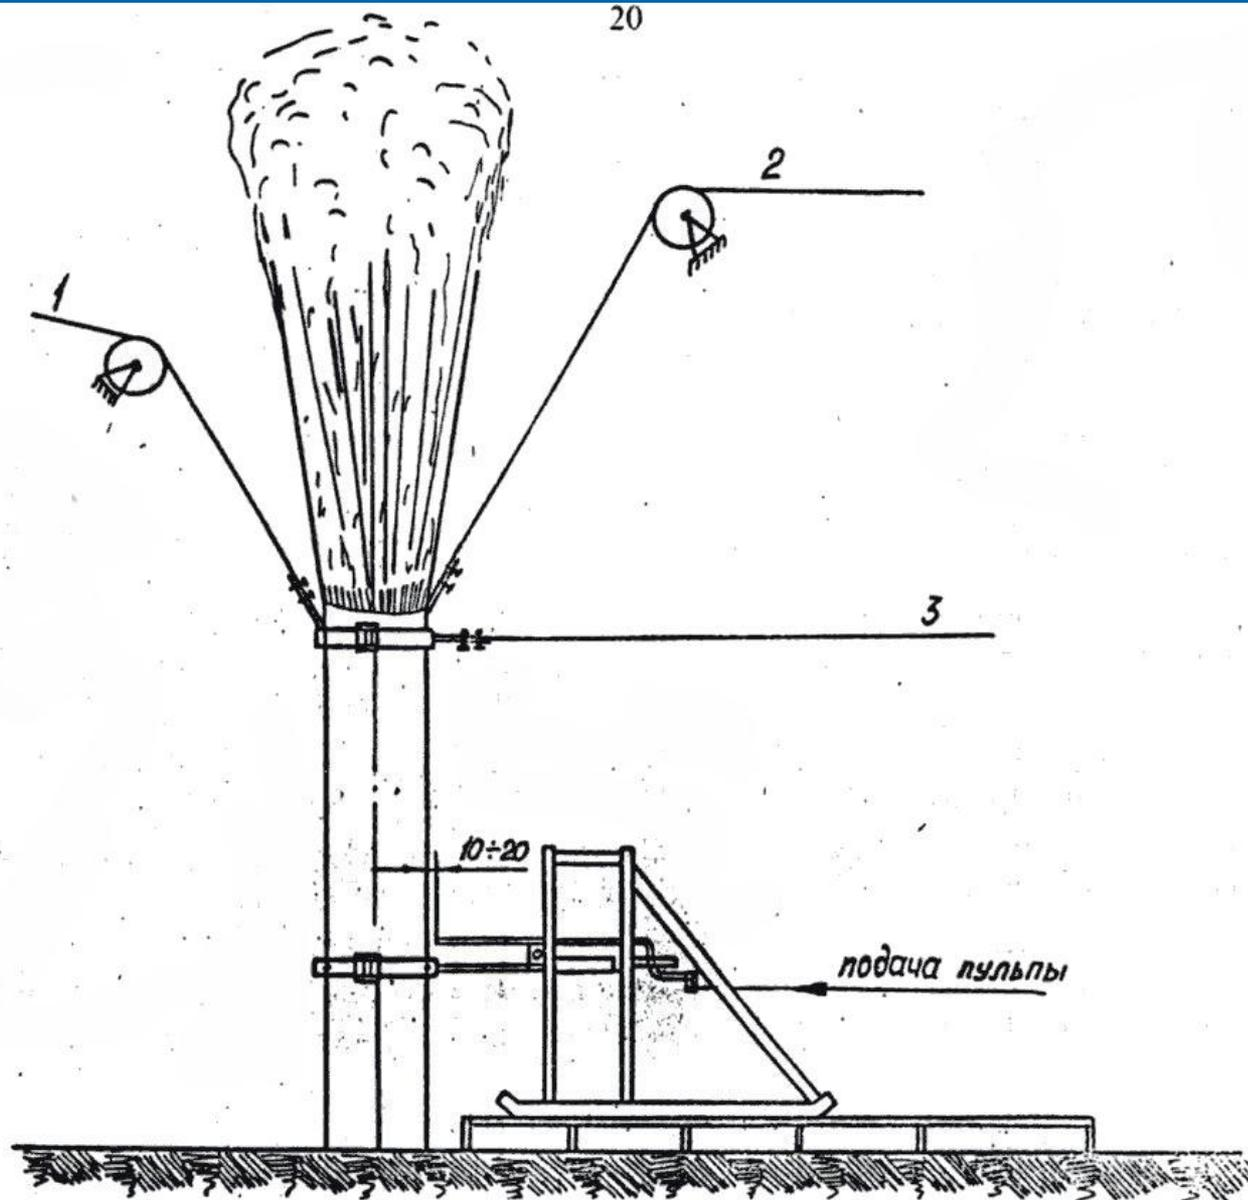

Рис. 13. Подготовка к отрезке гидроструйной труборезкой:
- Надежно закрепить труборезку к устью скважины при помощи хомута РХ.00.000.СБ с таким расчетом, чтобы плоскость резания была перпендикулярна отрезаемой трубе, а ось насадки проходила через ось трубы и находилась от ближайшей образующей трубы на расстоянии 10-20мм (Рис. 13).